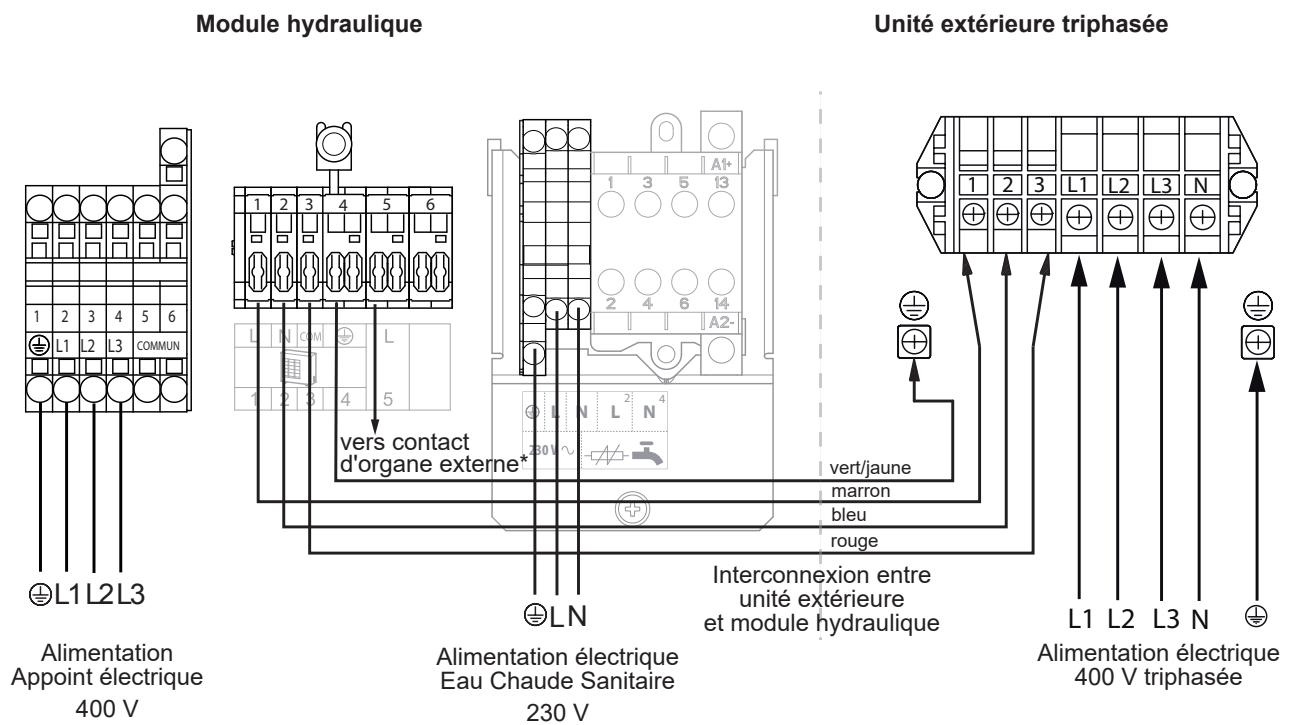

fig. 41 - Raccordement aux borniers et relais de puissance
- Effectuer les raccordements suivant le(s) schéma(s) fig. 35 et fig. 41, page 39.
- Effectuer les raccordements suivant le schéma (fig. 41).